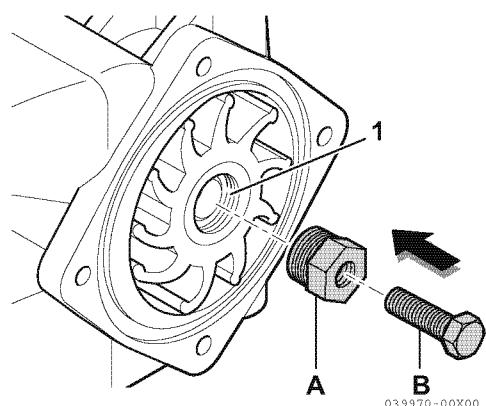
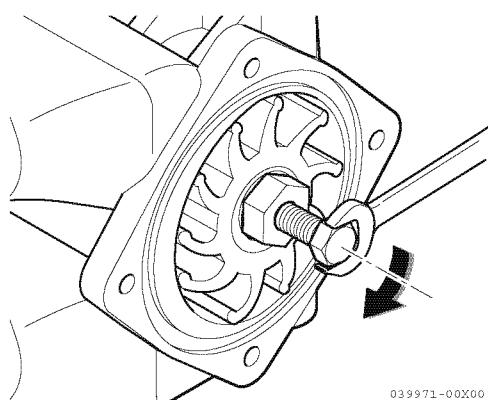

Figure 10
Figure 11
*Nota: Quando si sostituisce una girante usata con una nuova, la girante deve avere una filettatura M22 ? 1,5 (**Figure 10**, (1)). Ruotare il lato con la filettatura M18 della girante verso il lato con il coperchio e installare (**Figure 11**).*